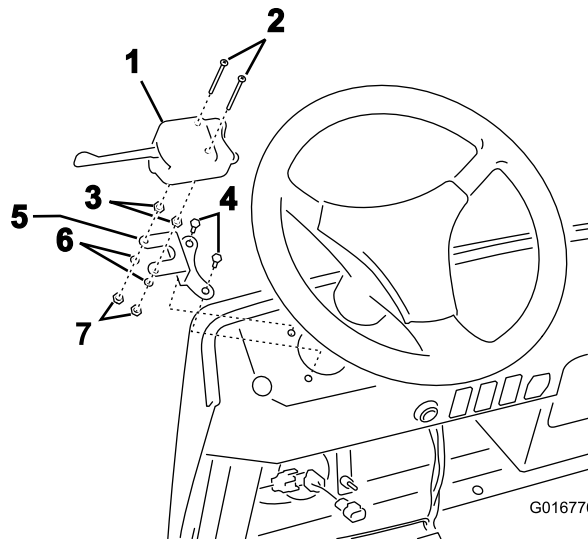

Figura 2
2. Togliete le 2 viti esistenti dal controller di segnalazione di svolta e sostituitele con le viti più lunghe tra le parti sciolte (Figura 2).